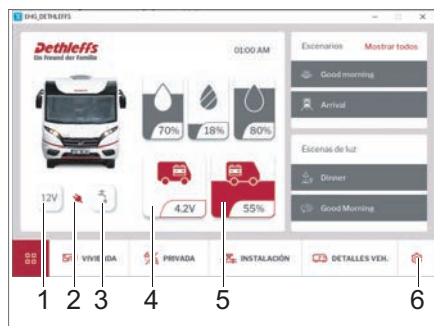

Fig. 254 Página de inicio de la pantalla EHG
- Pantalla de inicio (Fig. 254)